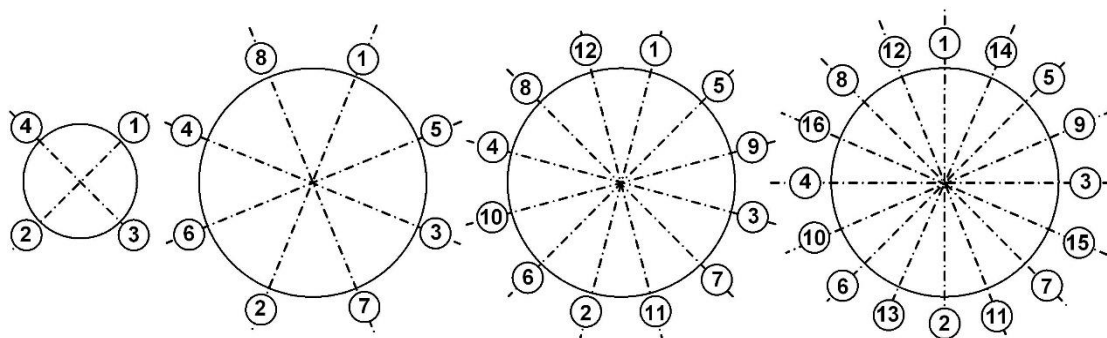

Рис.6. Очередность затяжки гаек на фланцах.
3.4.2.3. Собрать конструкцию, состоящую из имитатора, подводов и отводов. Установить прокладки в ответные фланцы, и стянуть их болтами с фланцами подводов и отводов. Затяжка гаек должна быть равномерной, в очередности, обозначенной на рис.6.